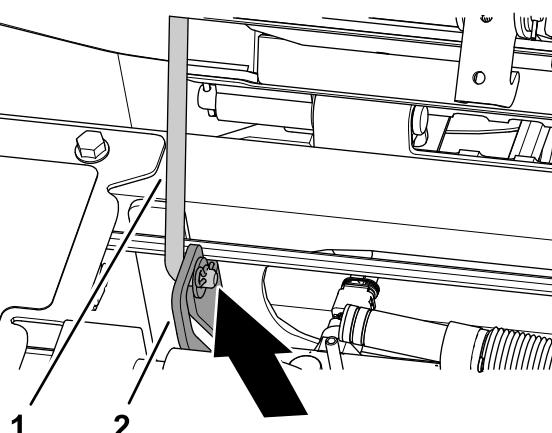

Bild 98
3. Vergewissern Sie sich, dass die vordere Stützstange korrekt in der Schlitzraste der Stangen-Führungsplatte sitzt (Bild 98).